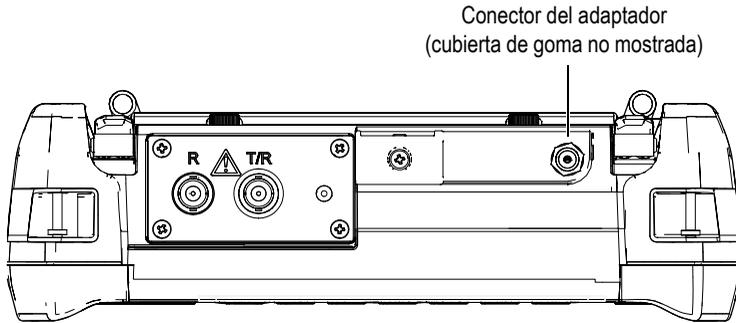

Figura 4-2 Conector del adaptador
El cargador/adaptador alimenta el EPOCH 600 con corriente alterna. Éste cuenta con una entrada universal de CA, por lo que puede ser conectado a tomas de 100–120 V CA o de 200–240V CA, de 50 Hz a 60 Hz. La toma del adaptador de CA del EPOCH 600 se conecta a la salida del cargador/adaptador (véase la Figura 4-2 en la página 76).
3. Conecte el cable de alimentación de CC del cargador/adaptador al conector del adaptador (véase la Figura 4-2 en la página 76).